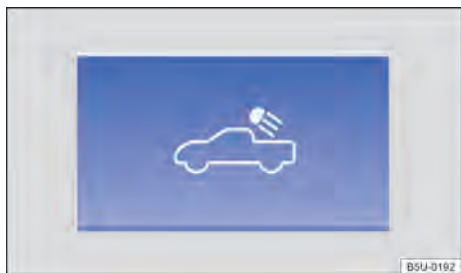

Fig. 80 No console central: tecla da iluminação do compartimento de carga.
- Para **ligar**: pressionar a tecla → **Fig. 80** no painel de instrumentos.
- Para **desligar**: pressionar novamente a tecla → **Fig. 80** no painel de instrumentos, desligar a luz de posição ou ligar a ignição do veículo.